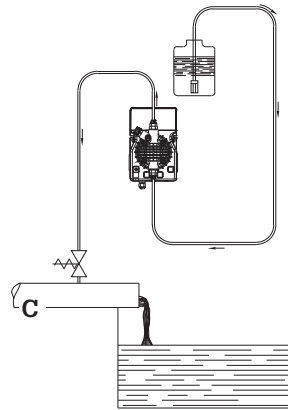

Fig. 6
c.- Coloque la bomba como se muestra en la figura 5, teniendo presente que se puede fijar tanto por debajo como por encima del nivel del líquido a dosificar, a una distancia máxima de 2 metros. El punto de inyección se debe colocar siempre más arriba que el líquido a inyectar. Cuando la bomba trabaja a presión atmosférica (aditivación con descarga libre) y el depósito del aditivo está colocado más arriba del punto de inyección (Fig. 6), controle periódicamente la funcionalidad de la válvula de inyección, ya que un uso excesivo podría hacer que cayera aditivo y entrara en la bomba (aunque el aparato esté apagado). Si se produjera el problema, inserte una válvula de contrapresión C (debidamente tarada entre la bomba dosificadora y el punto de inyección (Fig.6). Para los líquidos que generan vapores agresivos, no instale la bomba encima del depósito a menos que éste esté cerrado herméticamente.